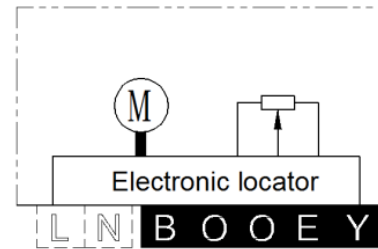

Рисунок 3 - Схема подключения электропривода
- далее необходимо провести настройку работы привода: открыть крышку, подключить линию питания в соответствии со схемой подключения (рис.3) и включить питание, нажать и удерживать кнопку «SET» на локаторе более трех секунд, чтобы запустить адаптивную программу и полную электрическую отладку, установить DIP-переключатели по таблице 3 и рисунку 2 согласно требуемым параметрам работы привода.